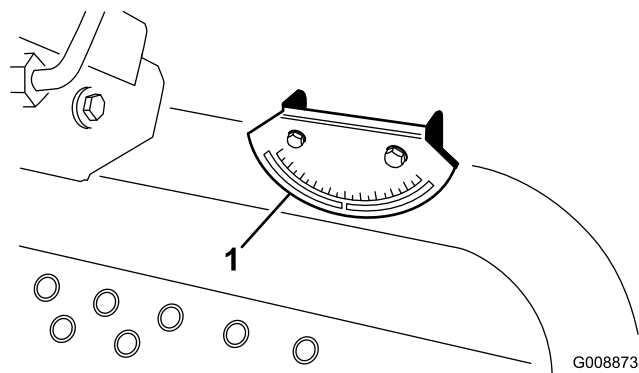

図 6
2. 機体のクロスビーム（燃料タンク脇）に携帯斜面計（付属品）を置いて、機体が水平になっていることを確認する（図 6）。このとき、運転席に座った状態で、機体に装着されている傾斜計の読みが  $0^{\circ}$  であれば問題ない。